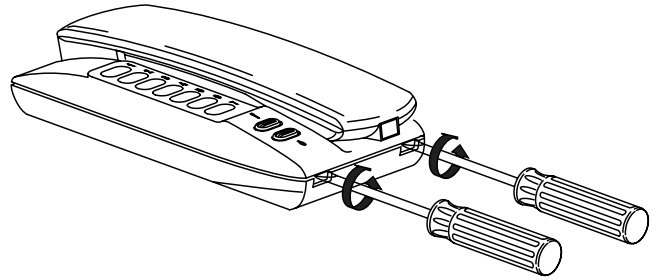

Fig. 3
- Fig. 3 - Aprire il citofono separando il cofano superiore dalla parte inferiore facendo leva con un cacciavite come mostrato in figura.
- Fig.3 - Ouvrir le poste en séparant le capot supérieur de la partie inférieure en faisant levier avec un tournevis comme le montre la figure.
- Fig. 3 - Abrir el interfono separando la parte superior del contenedor de la parte inferior haciendo palanca con un destornillador como muestra la figura.